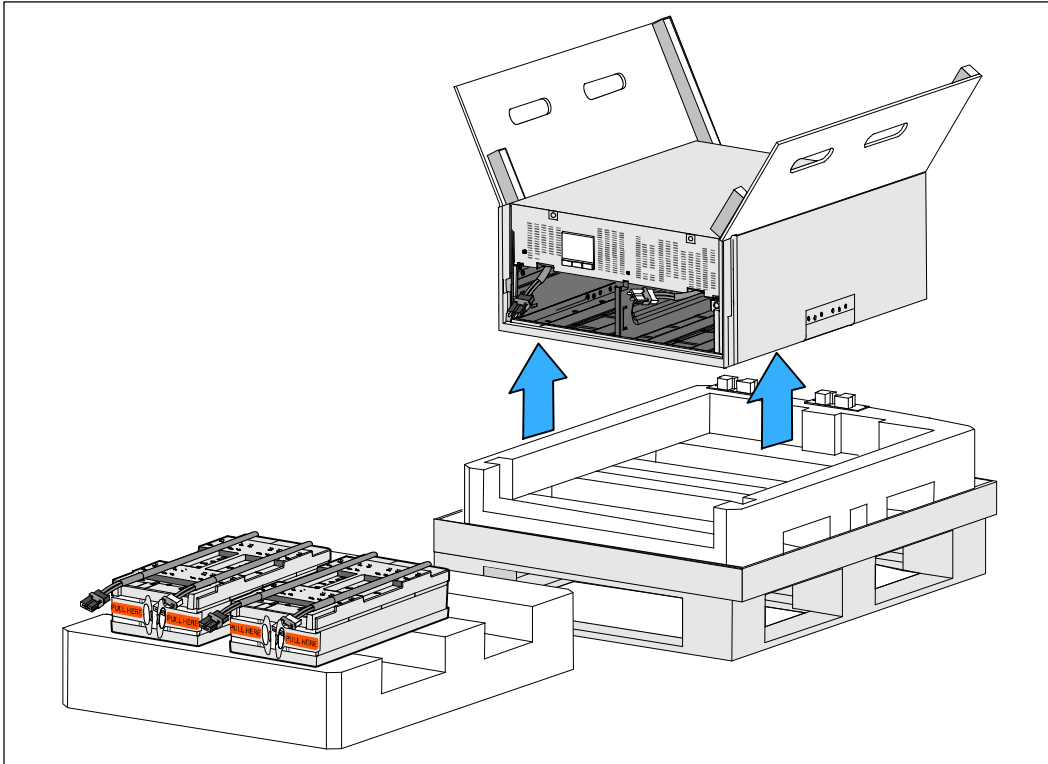

Figura 9. Levantamiento del gabinete
- 8 Con una persona de cada lado, levante con cuidado el gabinete fuera del Styrofoam utilizando las agarraderas en el cartón (véase Figura 9).